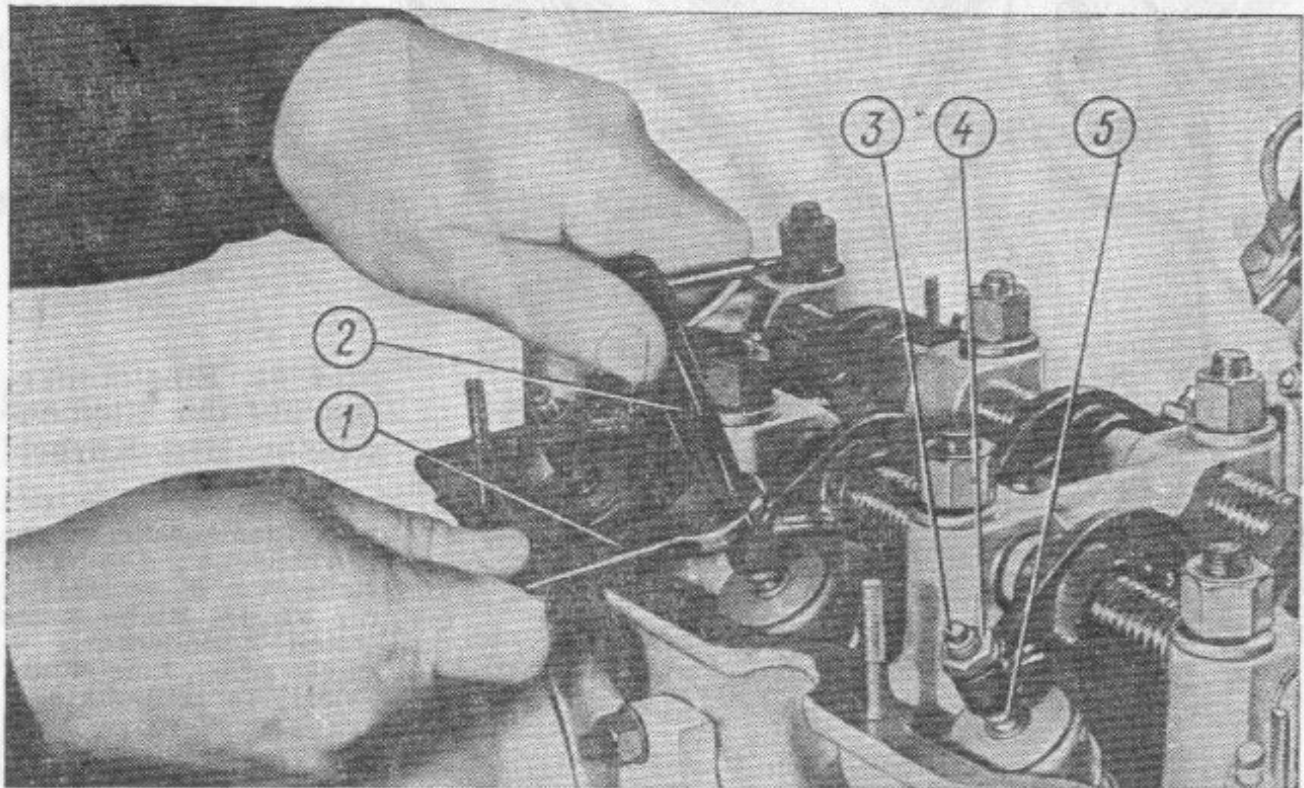

Bild 63. Einstellung des Ventilspiels:
4. Spiel zwischen Stirnflächen der Endstücke 5 (Bild 63) der Einstellschraube und der Ventilschäfte einstellen. Dazu mit Mutterschlüssel 1 (14 mm) Gegenmutter 4 der Einstellschraube 3 des Kipphebels lockern und Kopf der Einstellschraube mit speziellem Steckschlüssel 2 so lange drehen, bis gewünschtes Spiel erzielt wird (0,15 mm für Einlaß- und Auslaßventile).